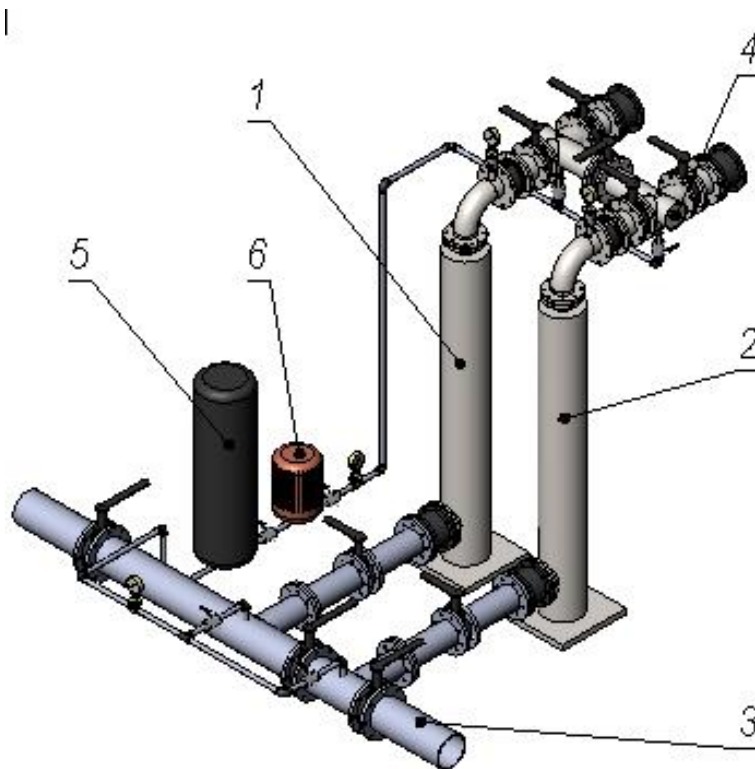

Рис.1 Насосная станция НС-463
3.1 Станция (в соответствии с рис. 1) состоит из двух насосов: рабочего 1 и резервного 2, установленных в бустерных агрегатах, 3-подводящего и 4-напорного коллекторов, 5- гидроаккумулятора, 6-жокей-насоса.
3.6 В нижней части станции (Рис.1) имеется подводящий коллектор 3, который через задвижки присоединяется к подводящим патрубкам бустерных агрегатов. Подводящий коллектор 4 присоединяется к магистрали системы водоснабжения пожарных кранов через ответный фланец подводящего коллектора.